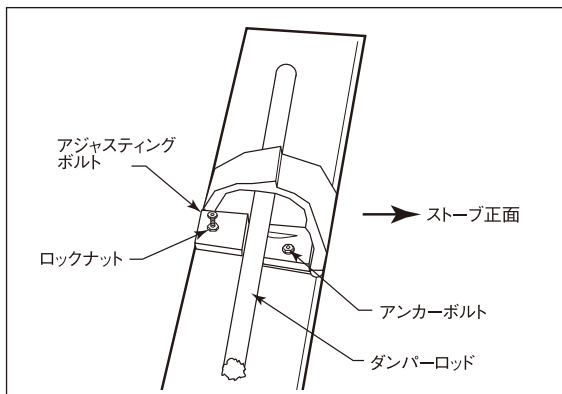

図15 ダンパーの調整
- 3.アジャスティングボルトのロックナットをゆるめます。(図15)